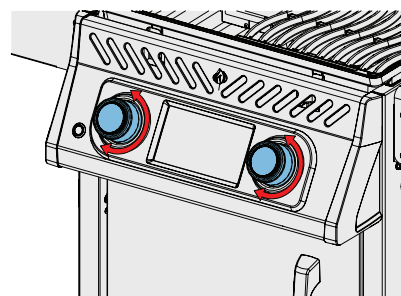

Fig. 3
5. Use os botões ou a tela, dependendo do modo, para ajustar os níveis de temperatura do queimador. (Fig. 3)